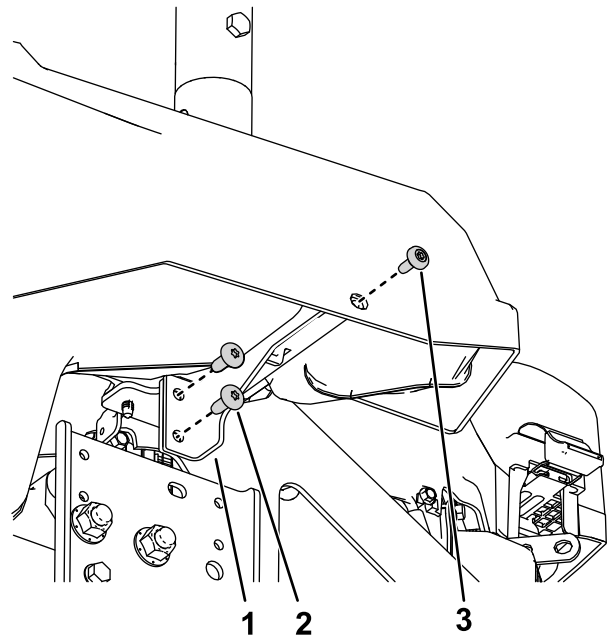

Figura 6
- Montate la staffa sinistra del guscio sul telaio della macchina con 2 viti autofilettanti ($5/16$ " x $\frac{3}{4}$ ") e i componenti rimossi in 1 Preparazione della macchina \(pagina 3\) come mostrato nella Figura 6.